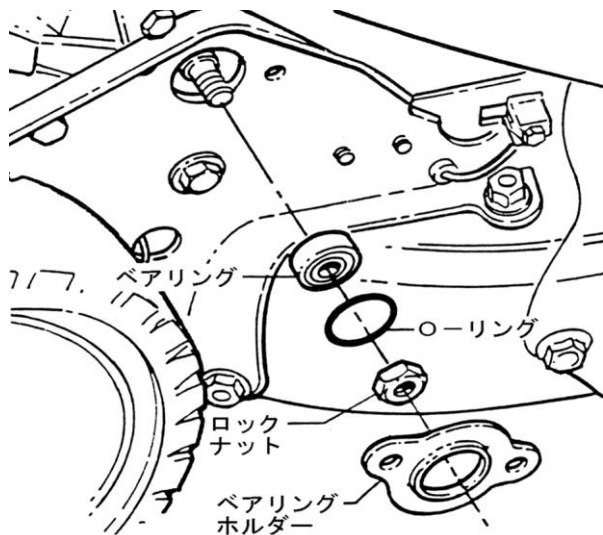

図 6-13
⑥ 六角シャフトプリーアのベアリングの交換
2. 9/16 インチのスパナでロックナットを外します。(図6-13)